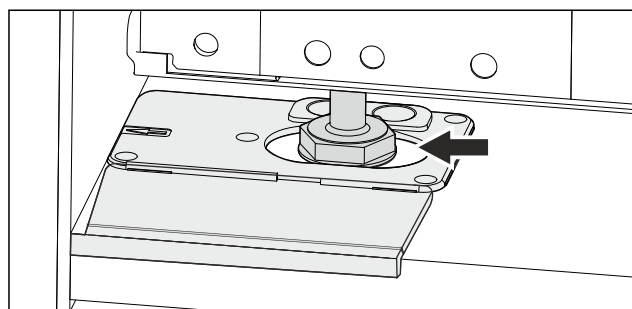

Fig. 45
- Rikta in skåpet med justeringsfötterna. Fig. 45 ()